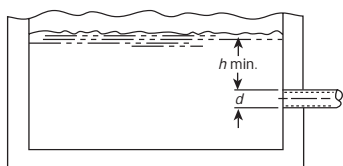

Figure 2
3.6. Le diamètre (d) et la hauteur d'immersion minimale (h min.) de l'entrée du tuyau d'aspiration doivent être suffisants pour empêcher l'aspiration d'air par vortex (v. fig. 2 à 5).